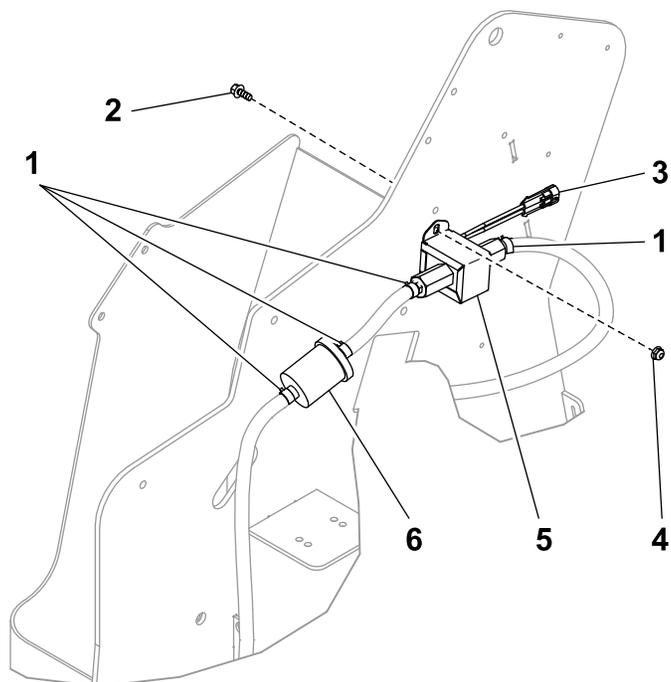

Figura 20
Utilize Figura 1, Figura 19 e Figura 20 para este procedimento.
5. Instale a nova bomba de combustível com dois parafusos ($\frac{1}{4} \times \frac{5}{8}$ pol.) e duas porcas de bloqueio ($\frac{1}{4}$ pol.), como se mostra na Figura 20.